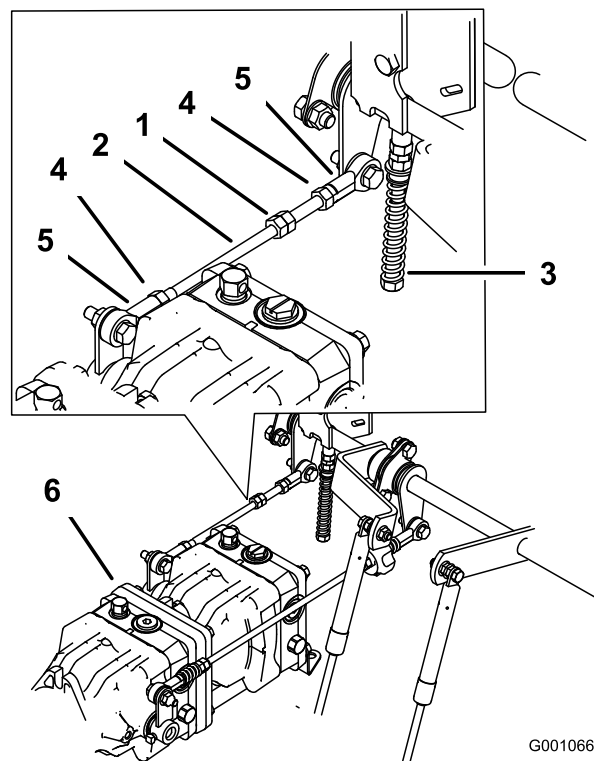

Figure 77
1. Desserrez les contre-écrous sur les rotules de la tige de commande de la pompe (Figure 77).
3. Réglez la longueur de la tige de pompe en tournant les doubles écrous dans le sens voulu, jusqu'à ce que la roue soit immobilisée ou tourne légèrement en marche arrière (Figure 77).
6. Serrez les contre-écrous contre les rotules (Figure 77).